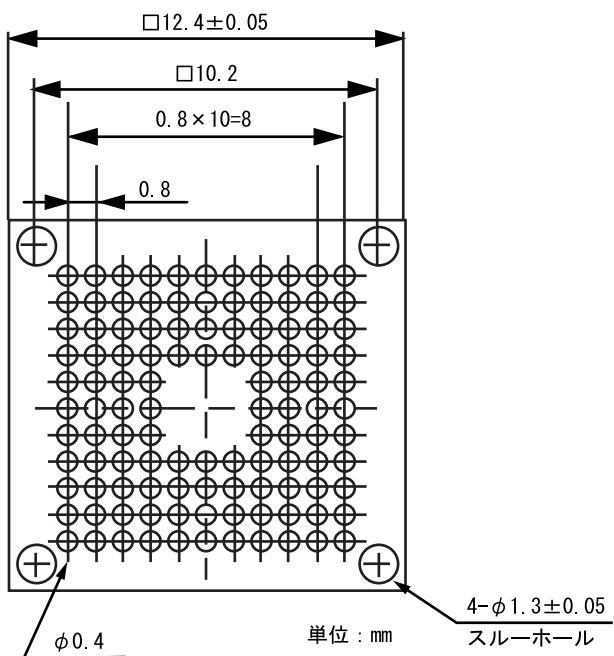

図7 推奨マウントパッド寸法
- (3) ICソケットの位置合わせガイドピンを、ユーザシステムのガイド用部品穴に合わせて搭載します。基板のパッドとICソケットが正しく位置合わせされていることを確認してください。
- (4) ICソケットの実装
- a) ICソケットの外形寸法は実際のICパッケージより大きいので、他の部品の実装範囲については図7を参照してください。
BP-112 パッケージ用 IC ソケット（東京エレテック株式会社製：CSPACK112A1110H02）を使用する場合のユーザシステム推奨マウントパッド（フットプリント）寸法を図 7 に示します。
なお、図 7 の推奨マウントパッド寸法は、MCU 実装用マウントパッド寸法とは多少異なりますので注意してください。